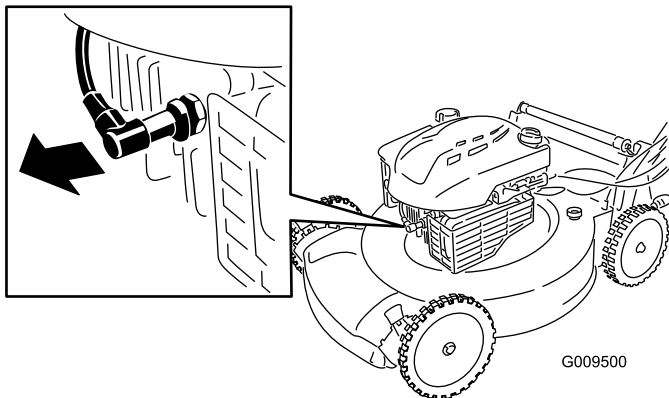

Figure 25
2. Débranchez le fil de la bougie (Figure 25) avant de procéder à un quelconque entretien.